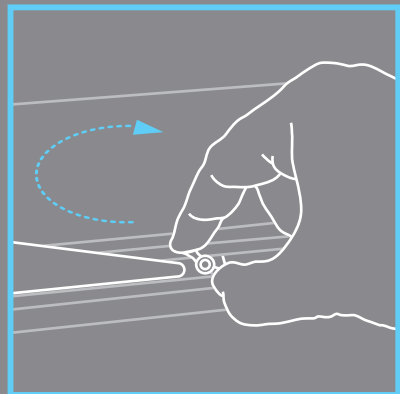

Figura 4
- Allineate la vite con il tassello e stringete fino a che non sarà fissata in modo sicuro (**Figura 4**).